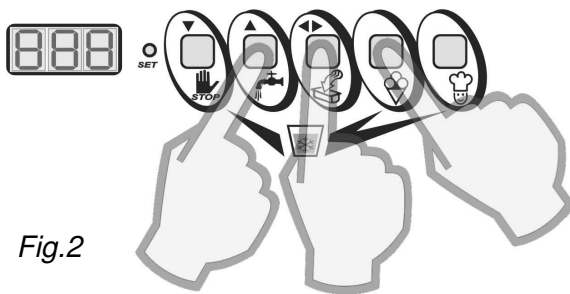

Fig.2
4. Appuyer sur les touches **AGITATION** (**▲**), "**AUTOMATIQUE**" et "**EXTRACTION** (**◀▶**)" pour entrer le mot de passe et valider (Fig. 2). Si vous ne connaissez pas le mot de passe, adressez vous au service d'assistance de la société Frigomat.